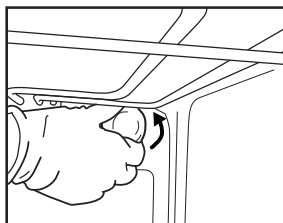
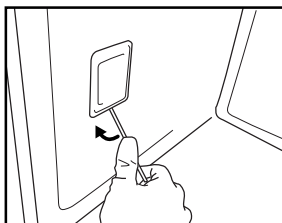

Fig. 6
Fig. 7
2. Skruva loss lampglaslet (fig. 6), byt ut glödlampan (se notering för typ av lamp) och skruva tillbaka lampglaslet (fig. 7).
3. Använd en skruvmejsel för att bända lampskyddet utåt tills du kan ta loss det (fig. 7).